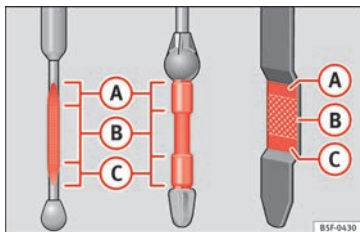

Fig. 240 Asta di misurazione livello olio motore
– In seguito, estrarla di nuovo e controllare il livello dell'olio » **fig. 240**. Se necessario, rabboccare dell'olio.
Se il livello dell'olio si trova al di sopra della zona » fig. 240 A, non avviare il motore. Pericolo di danni al motore e al catalizzatore! Rivolgersi presso un'officina specializzata.
Il livello dell'olio non deve superare assolutamente il settore » fig. 240 A. L'olio in eccesso potrebbe altrimenti essere aspirato attraverso lo sfiato del basamento ed essere liberato nell'atmosfera attraverso l'impianto di scarico.